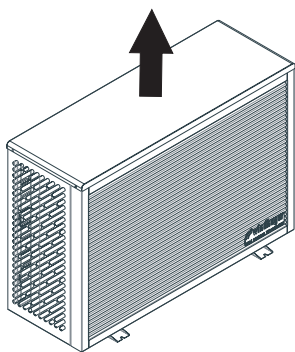

Fig. 17 Abdeckung entfernen
- Bei der Abdeckung seitlich alle Schrauben entfernen und Abdeckung abnehmen – Fig. 17.